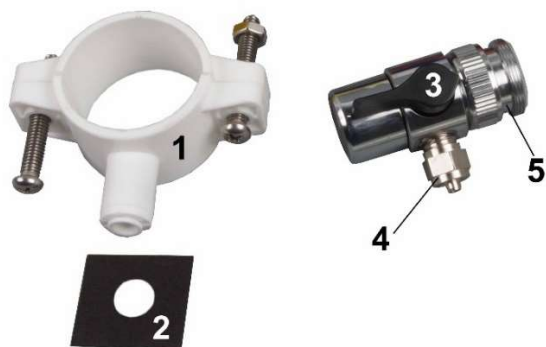

Fig. 2:
1. Collegare l'attacco del rubinetto a un rubinetto adatto, se necessario è necessario inserire un adattatore [un adattatore (Fig. 2, N. 5) è incluso nella fornitura]. Dal raccordo del rubinetto (Fig. 2, N. 4) si va con un pezzo di tubo flessibile all'ingresso dell'acqua del rubinetto dell'impianto. Con l'aiuto del rubinetto (Fig. 2, N. 3), è possibile passare dall'estrazione dell'acqua del rubinetto al funzionamento del sistema di osmosi.
2. Collegare il tubo dell'acqua di scarico (Fig. 1, N. 14). Utilizzando la fascetta in dotazione (Fig. 2, N. 1), il tubo dell'acqua di scarico può anche essere collegato direttamente a un tubo dell'acqua di scarico adatto. Un pozzo trivellato di ca. Devono essere preventivamente praticati 5 mm nel tubo. La guarnizione quadrata (Fig. 2, N. 2) deve essere posizionata tra il morsetto e il foro. Tuttavia, al fine di ridurre il rischio di ricontaminazione batterica, si consiglia di non collegare il tubo dell'acqua di scarico al tubo dell'acqua di scarico, ma piuttosto di farlo gocciolare nello scarico.